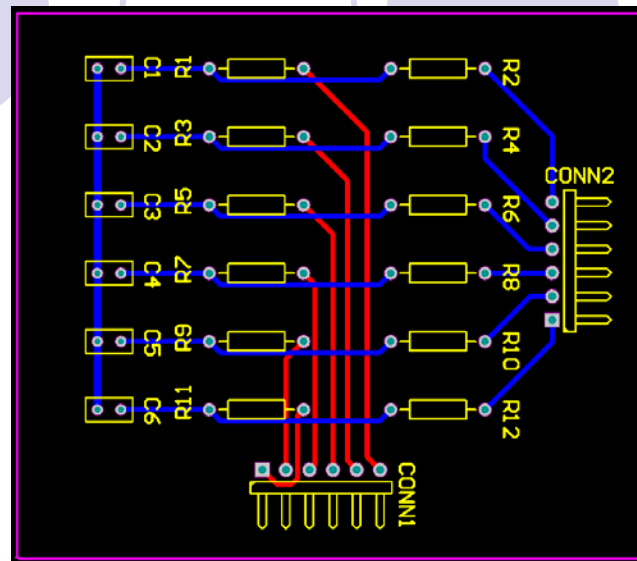

图11-49 多路滤波器PCB图
4.手动布局、自动布线的PCB如图11-49所示。
从图11-49看出，元件标号的位置不好，可以统一调整如下：